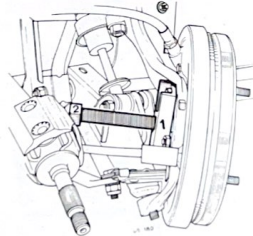

Fig. 5.18. Util "T. Av. 450" colocado en el portaejes para extraer un buje delantero junto con el tambor de freno.
Se deja la transmisión apoyada sobre el tirante, y se coloca sobre dos tornillos diametralmente opuestos, un extractor (1) similar al indicado en la fig. 5.18. Se enrosca el husillo (2), y el buje con el tambor sale por el lado opuesto.